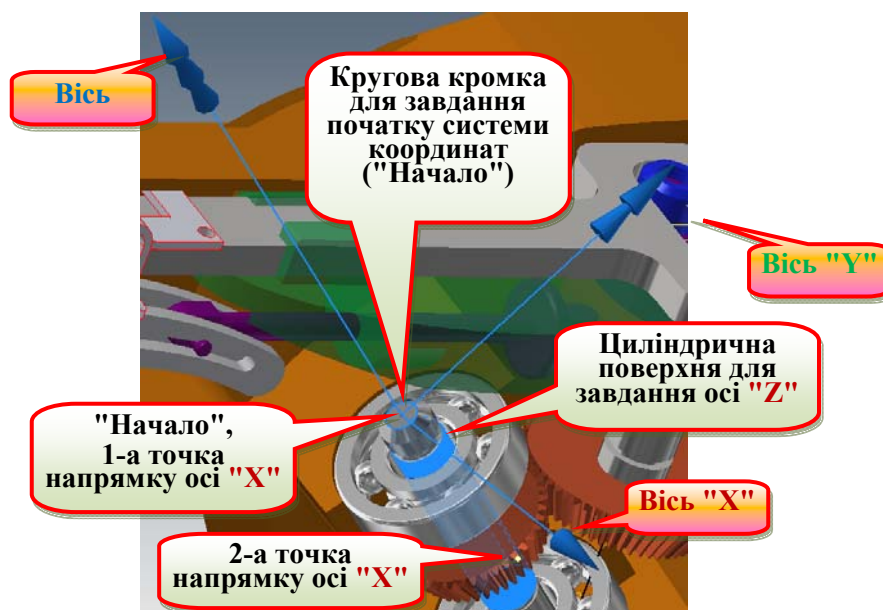

Рис. 3.3. Визначення системи координат з'єднання "Вращение"
- Вибрати вісь Z (рис. 3.2, а; рис. 3.3). Вісь Z повинна бути віссю обертання. Для цього можна вказати на один із об'єктів, що указані в рядку "Ось" табл. 3.6. Для полегшення вибору поставте прапорець біля  і виберіть компонент в графічному вікні. Хоча для завдання системи координат з'єднання не завжди потрібно вибирати додаткові геометричні об'єкти, її рекомендується вказувати як можна більш точно.
- Вибрати початок системи координат з'єднання ("Начало", рис. 3.2, а; рис. 3.3). Початок системи координат з'єднання знаходиться в точці, в якій перший компонент пов'язаний з другим компонентом. По замовчанню система розміщує початок системи координат посередині елементу вибору (наприклад, в центральній точці циліндричної поверхні, в середній точці ребра). Бажано, щоб початки систем координат співпадали – інакше система сумістить початки систем координат, які вона вибере за замовчанням.
- Вибрати вісь X. Для цього потрібно задати напрямок осі. Напрямок можна задати віссю або точкою (див. рядки "Точка" та "Ось" табл. 3.6). При виборі точки вона буде другою (рис. 3.3), а першою – вибраний початок системи координат.